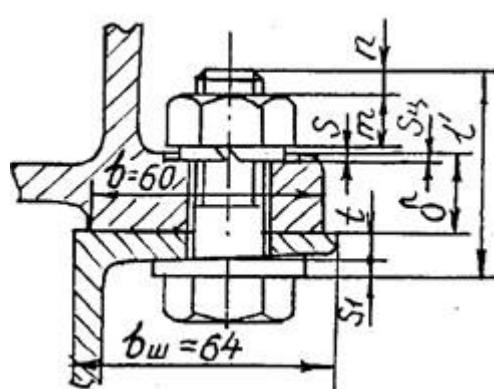

Рис.62
9. По ширине лапы редуктора $B = 60$ мм для рамы выбираем швеллер 16 (из условия $b_{\text{ш}} = 64$ мм $\geq B = 60$ мм – рис.62). Длина болта $l' = S_1 + t + \delta - S_{\text{ц}} + S + m + n$, где $S_1 = 5,7$ мм – средняя толщина косой шайбы 16; $t = 8,4$ мм – средняя толщина полки швеллера 16; $\delta = 18$ мм – толщина лапы редуктора; $S_{\text{ц}} = 1 \dots 2$ мм – глубина цековки; $S = 3,5$ мм – толщина пружинной шайбы 16; $m = 13$ мм – высота гайки M16;